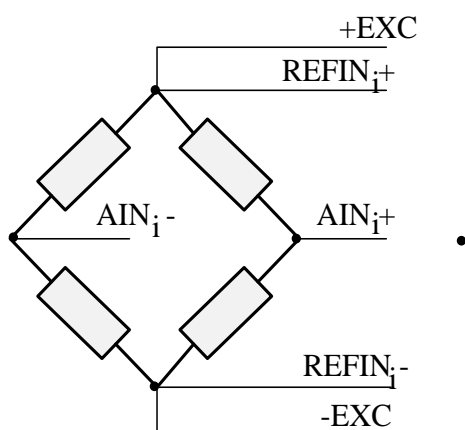

Рис. 7-2. LTR212(M). Мост i -того канала (общий случай)
LTR212(M) измеряет величину разбаланса полного моста (рис. 7-2), подключенного к i -тому входу. Даже если применена полу- или четвертьмостовая схема подключения, всё равно LTR212(M) измеряет разбаланс полного моста, так или иначе дополненного до полного моста во всех описанных далее схемах подключения. На рисунке цепи +EXC, -EXC – сильноточковые цепи питания моста, а остальные цепи – слаботочковые измерительные.